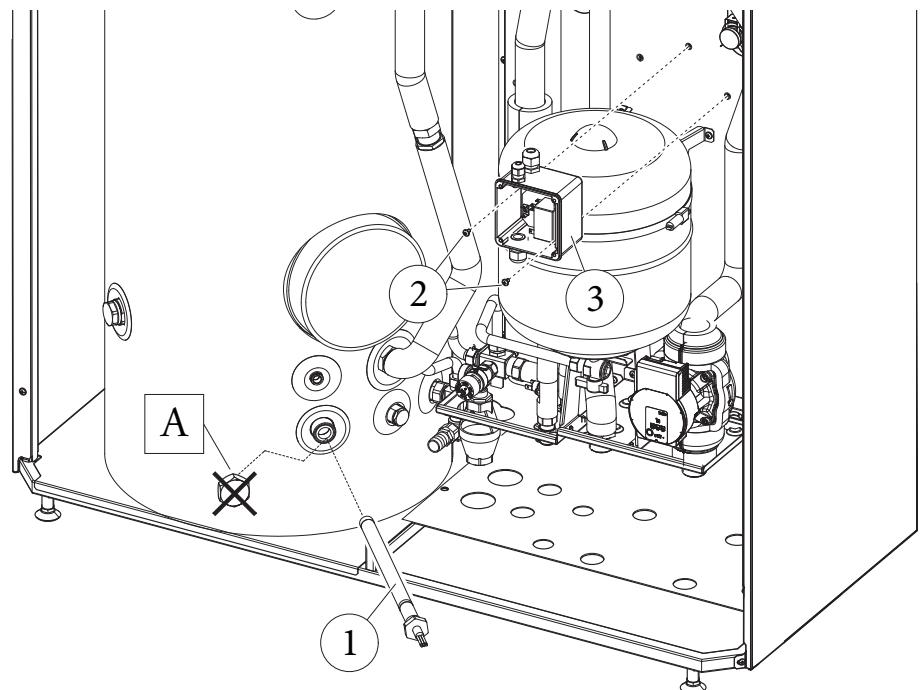

Fig. 5
- Smontare il tappo (A) presente sull'unità bollitore.
- Quindi inserire l'o-ring sulla resistenza (1) ed avvitarla nell'apposita sede sull'unità bollitore (Fig. 5).
- Prendere la scatola allacciamento (3), togliere il coperchio e fissarla tramite le viti (2) ai fori svasati presenti sulla lamiera posteriore (Fig. 5).
- Remove the tap (A) on the storage tank unit.
- Then insert the o-ring on the resistance (1) and screw it in the dedicated seat on the storage tank unit (Fig. 5).
- Take the connection box (3), remove the cover and fasten it to the countersunk holes on the rear metal-sheet plate (Fig. 5) with the screws (2).